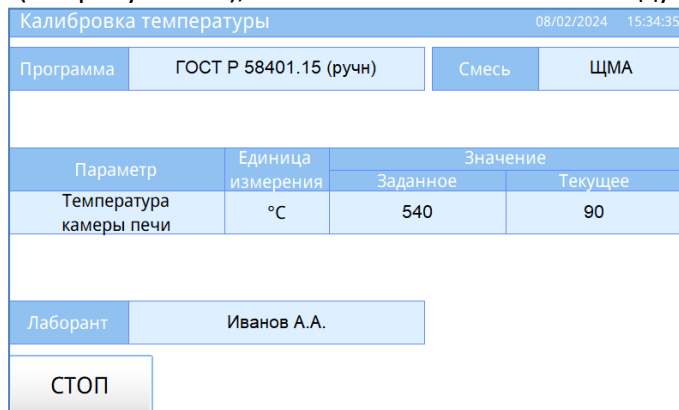

Рисунок 31 – Окно «Калибровка температура». Шаг второй
5.8.6 Когда камера печи и дожигатель нагреются до требуемой температуры выжигания асфальтобетонной смеси (см. рисунок 31), автоматически появится следующее окно калибровки.